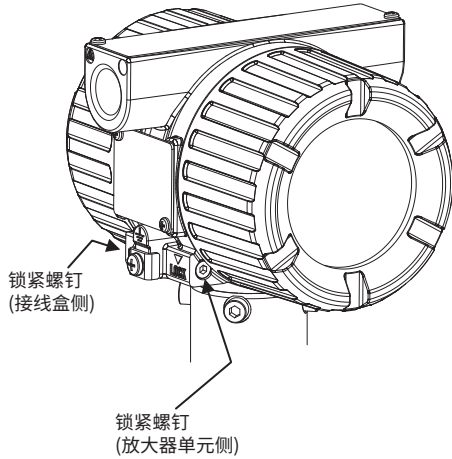

图4.7 锁紧螺钉
- (1) 布线应尽可能远离电气干扰源,如大容量变压器、电机和电源。
- (2) 接线前,从电气连接处拆下端子盖和防尘插头。打开防爆型的盖子时,参照图4.7将锁紧螺钉向右转,将其解锁。此外,在接线后关闭盖子时,请确保将锁紧螺钉向左转,将其锁定。